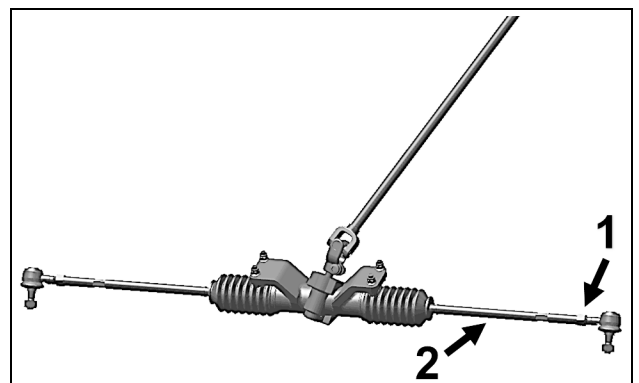

Abbildung 22
Um Justierungen am Lenksystem des SxS' vorzunehmen, lösen Sie zuerst Mutter (1) der Koppelstange und schrauben Sie die Koppelstange (2) eine gleiche Anzahl Umdrehungen auf beiden Seiten des Fahrzeugs hinein oder heraus. Siehe Abbildung 22.
**VORSICHT:** Vor dem Losschrauben einer Koppelstangen-Mutter (1) des Lenksystems des Fahrzeugs bedenken Sie, dass bestimmte Muttern ein gegenläufiges Gewinde haben. Achten Sie darauf, die Mutter in der korrekten Drehrichtung zu lösen.